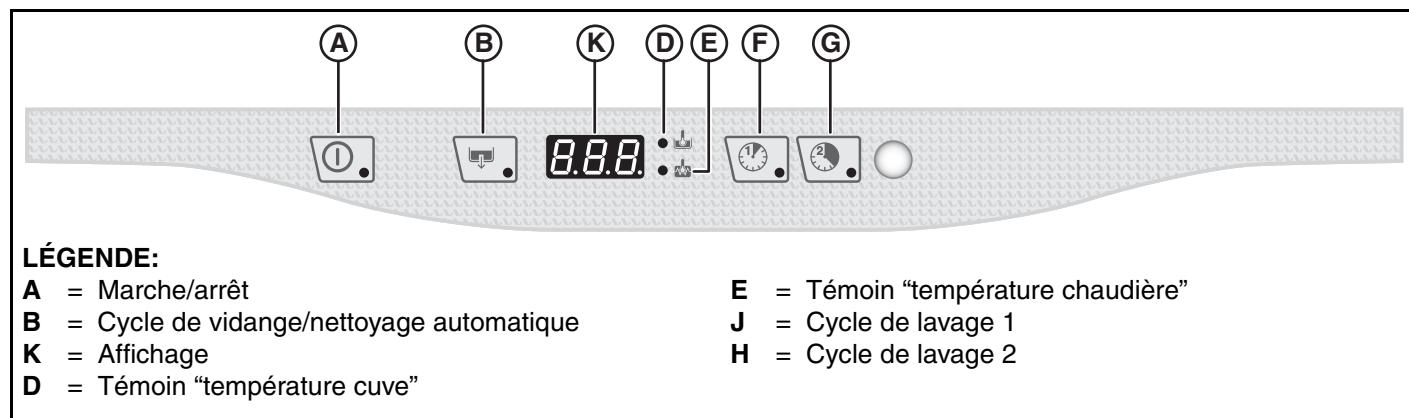

Fig. 14
Le témoin du bouton A (Fig. 14) s'allume pour signaler que le lave-vaisselle est sous tension et que le remplissage en eau et la chauffe sont en cours. Durant toute la phase de remplissage et de chauffe, "FILL" apparaît sur l'affichage :
Pour afficher la température de la chaudière pendant la phase de chauffe de la cuve, ouvrir la porte et appuyer sur la touche J (Fig. 14).
Pour vaisselle peu sale ou verres : appuyer sur le bouton F (Fig. 14) (voir tableau des durées de cycle).
Pour vaisselle normalement sale : appuyer sur le bouton G (Fig. 14) (voir tableau des durées de cycle).
Pour vaisselle très sale : appuyer sur le bouton F (Fig. 14) (voir tableau des durées de cycle).
- Selectionner le cycle de vidange en appuyant sur le bouton B (Fig. 14).
- Éteindre le lave-vaisselle en appuyant sur le bouton A (Fig. 14).
Fermer la porte et sélectionner le cycle de vidange en appuyant sur le bouton B (Fig. 14).
Éteindre le lave-vaisselle en appuyant sur le bouton A (Fig. 14)
Appuyer sur le bouton A marche/arrêt (Fig. 14).